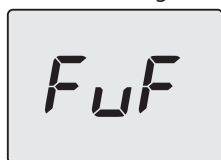

Figura 7.12
- Lasciare che il programma esegua l'intero processo, al termine del quale compare la scritta **FuF** (Full Finish) (Figura 7.12).